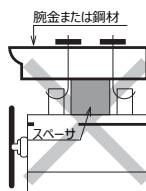

図 4
- イ. 開閉器のケース上板にスペースを直接敷いた取付方。（図4）